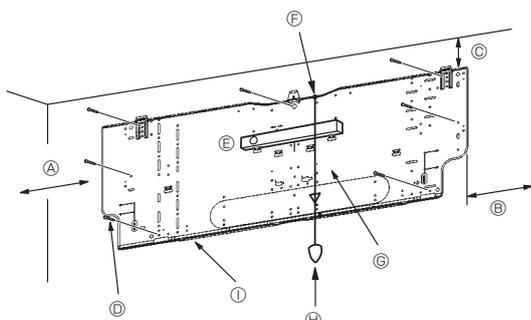
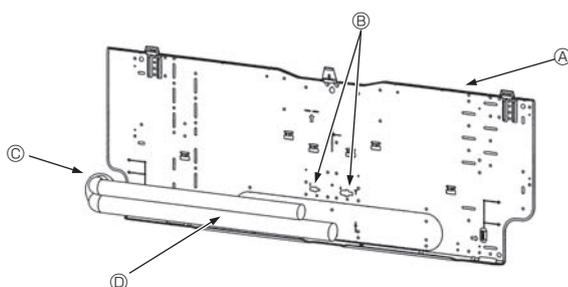

Fig. 3-4
Fig. 3-5
■ PKA-RP60, 71, 100KAL (Fig. 3-4)
- Ⓓ Parafusos de fixação (4 × 25) ②
- Ⓛ Placa de montagem ①
3.3. Quando incorporar os tubos na parede (Fig. 3-5)
- Ⓐ Placa de montagem ①